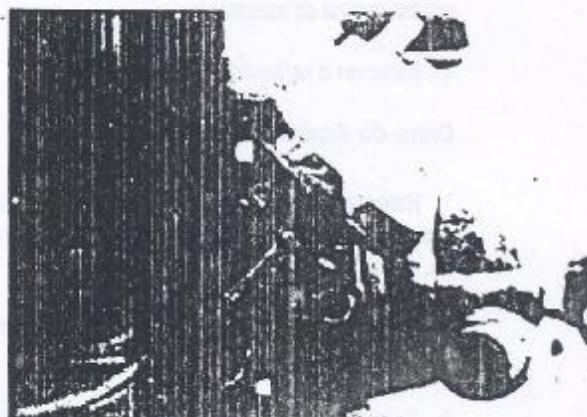

Figura 1.27.5 - Fixação da bomba de combustível
2. Remover as porcas de fixação da bomba de combustível à tampa da distribuição do motor (Figura 1.27.5). Remover a bomba e a respectiva junta.
2. Instalar a bomba de combustível, com uma nova junta (Figura 1.27.5); instalar as porcas de fixação da bomba de combustível e apertá-las ao torque de 20 a 25 Nm.